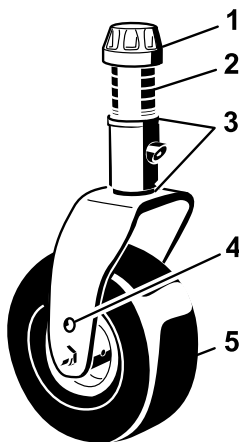
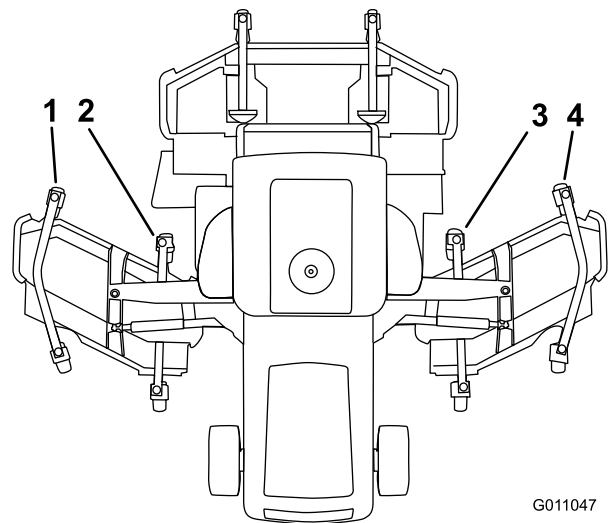

図 32
図 33
3. 前カッティングユニットの外側ブレードの刈高に比べて左右カッティングユニットの内側ブレードの刈高が高すぎる場合には、その左 (右) カッティングユニットの前内側キャストアームの下側についているシム (3 mm) を1枚抜き取る (図 32 と図 33)。各ブレードについて、床面から刃先までの距離を左右で測定し、左右のカッティングユニットの外側ブレード同士、および左右のカッティングユニットの内側ブレードと前カッティングユニットの対応する外側ブレードの値を比較する。
アームの下側についているシム (3 mm) を1枚抜き取る (図 32 および 図 33)。
5. 前カッティングユニットの外側ブレードの刈高に比べて左右カッティングユニットの内側ブレードの刈高が低すぎる場合には、その左 (右) カッティングユニットの前内側キャストアームの下側についているシム (3 mm) を1枚追加する (図 32 と 図 33)。各ブレードについて、床面から刃先までの距離を左右でもう一度測定し、左右のカッティングユニットの外側ブレード同士、および左右のカッティングユニットの内側ブレードと前カッティングユニットの対応する外側ブレードの値を比較する。